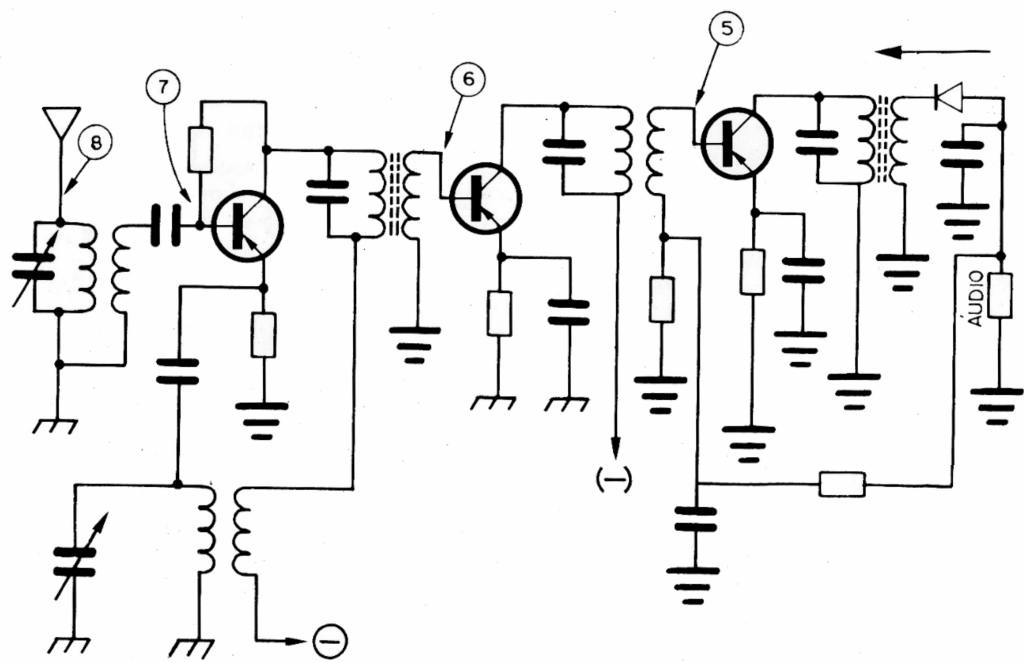

Figura 3
b) Parte de RF do receptor (utilizar a saída RF do GST2), sintonizar em 455KHz Faixa 1 e aplicar sinais nas bases dos transistores em sentido do detetor para o conversor figura 3. O sinal deverá ser ouvido no alto-falante não ocorrendo o estágio deverá ser analisado com vistas a um provável defeito.